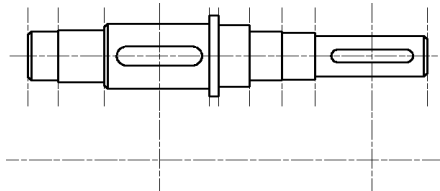

图 9-12 绘制构造线
- 15 将“点画线”设置为当前层，使用快捷键“XL”激活【构造线】命令，绘制图 9-12 所示的水平和垂直构造线，作为剖面图的定位辅助线。